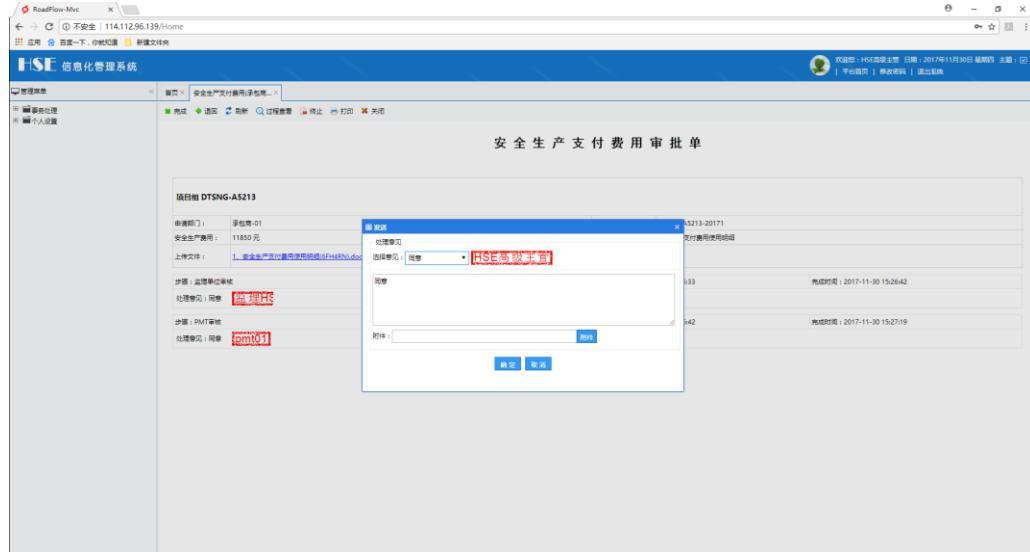

图 5.2-21 完成流程
2. 审查表单内容，内容合格无误后完成安全生产费用审批流程，如图 5.2-21 所示：